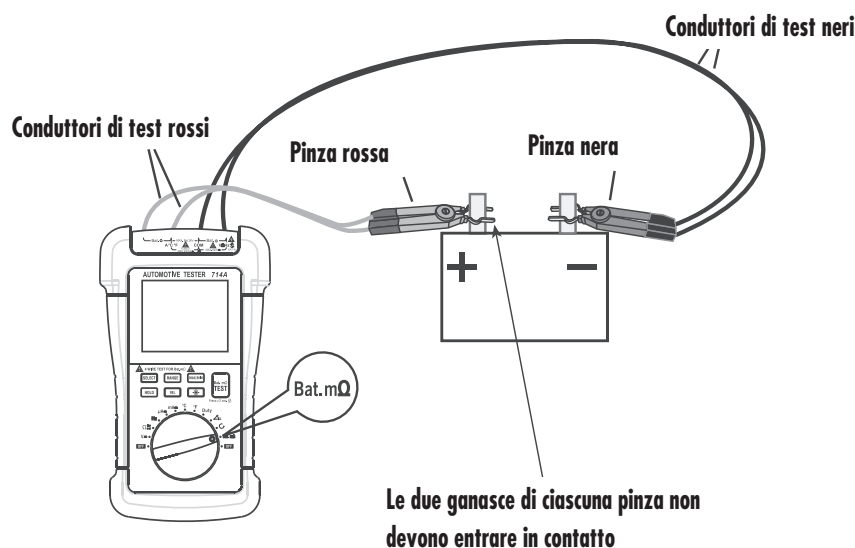

Figura 8
2. Vedere la Figura 8, inserire le prese dei due conduttori di test rossi nei due terminali "Bat. $\oplus$ " e le prese dei due conduttori di test neri nei terminali "Bat. $\ominus$ ".
Agganciare la pinza rossa al terminale positivo della batteria, e quella nera al terminale negativo (Figura 8).
Nota: Per misurazioni accurate, le due ganasce di ciascuna pinza non devono entrare in contatto (Figura 8).